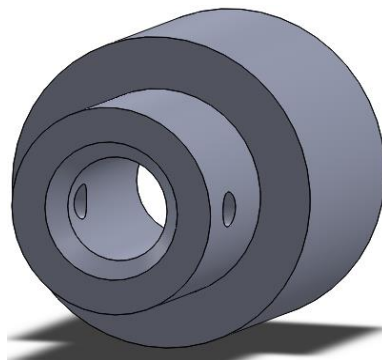

Рисунок 4.7 – Корпус
19. Готова деталь представлена на рисунок 4.7.